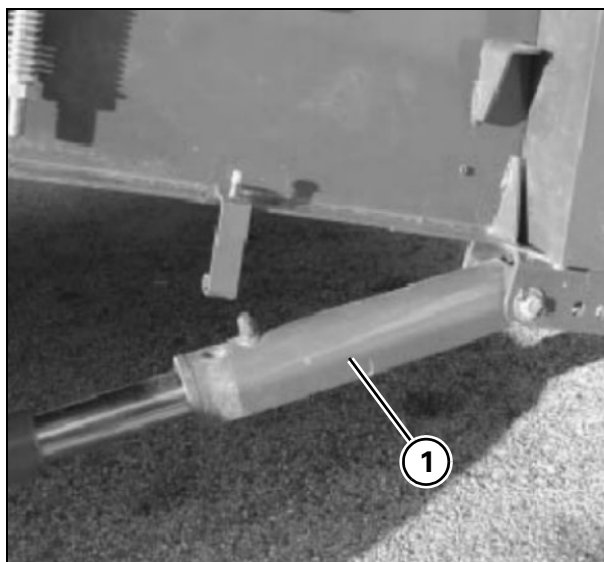
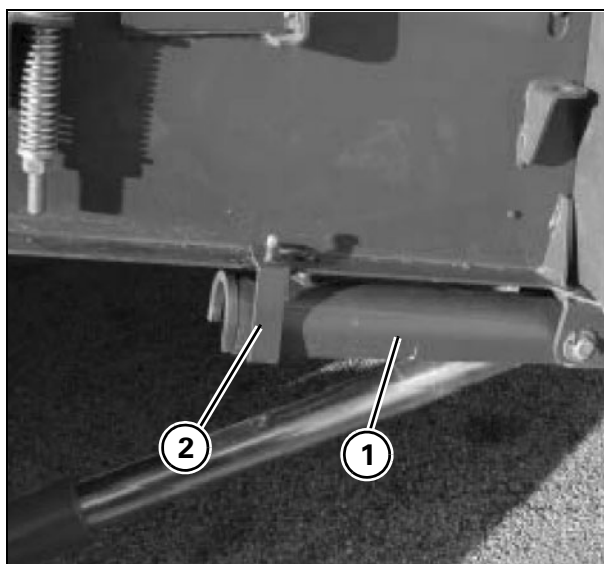

Рис. 19
Рис. 20
Рис. 19 и Рис. 20
Перед началом любых работ под жаткой необходимо опустить предохранительный фиксатор (1) на шток цилиндра с обеих сторон (см. Рис. 19).
Если предохранительные фиксаторы (1) не используются (например, во время работы), они должны быть закреплены на корпусе элеватора посредством подходящего фиксирующего приспособления (2), см. Рис. 20.